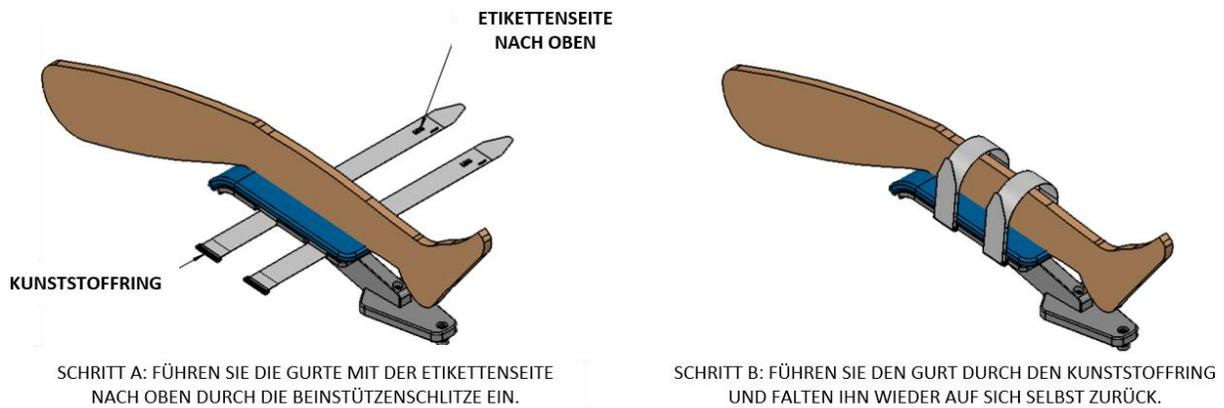

Abbildung 30: Positionieren und Fixieren der Beine
4. Befestigen Sie die Fixiergurte an den Beinen des Patienten (Abbildung 30).